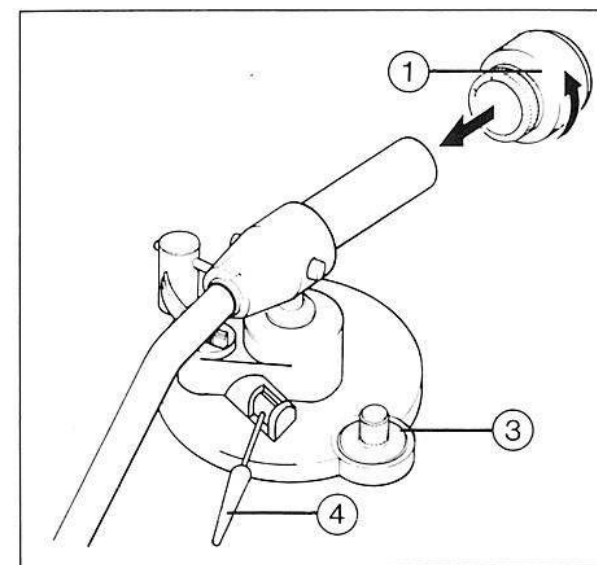

Bild 3
Anschließend schieben Sie das Tonarm-Balancegewicht ① mit dem Einstellring ② für die Auflagekraft durch Drehen gegen den Uhrzeigersinn auf den Tonarm ③ (Bild 3).